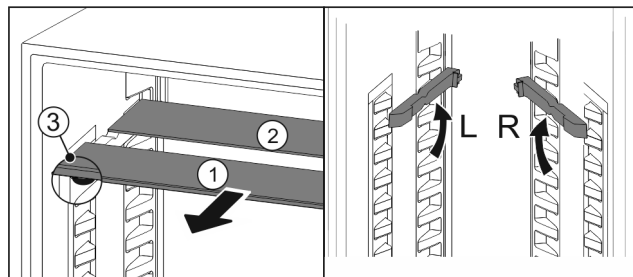

Fig. 126
- ▶ По одной извлеките Fig. 126 (1) стеклянные панели движением вперед.
- Стеклянная панель Fig. 126 (1) с декоративной планкой лежит спереди.
- Стопоры Fig. 126 (3) показывают вниз.